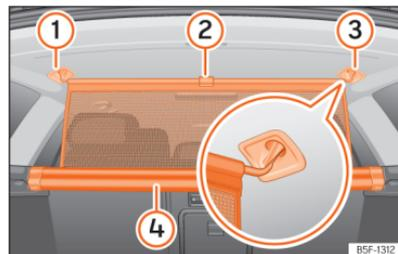

Abb. 184 Im Kofferraum: Trennwandnetz einhängen.
- Ziehen Sie die Lasche »» (Abb. 184) ② nach oben, um das Netz aus dem Einsatz ④ zu nehmen.
- Hängen Sie das Trennnetz an der rechten oder linken Seite **③** (vergrößerte Darstellung) ein.
- Hängen Sie das Trennnetz an der Aufnahme der anderen Seite **①** ein, indem Sie an der Stange ziehen.